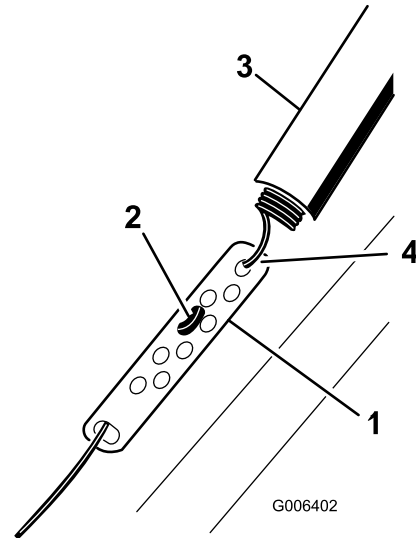

Figure 19
1. Remontez la protection du ressort et décrochez le ressort de la biellette de réglage (Figure 19).
2. Accrochez le raccord en Z à un trou plus haut ou plus bas sur la biellette de réglage de manière à obtenir un écart de 2 à 3 mm (1/16 à 1/18 po.) entre la barre de commande et le guidon (Figure 19).